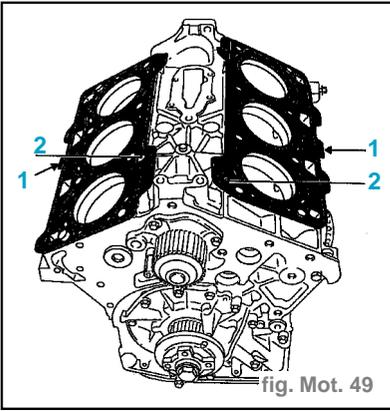

fig. Mot. 49
- Monter les joints de culasse neufs en s'assurant que les languettes (1) soient tournées vers l'extérieur et vérifier le bon positionnement des trous de montage d'huile (2). (fig. Mot. 49)